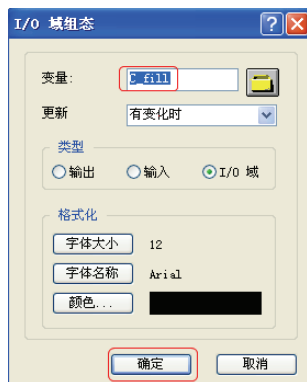

图 5-26 I/O 域组态
2) 将变量 C_fill 与 I/O 域关联。先选中画面中的 I/O 域，单击鼠标右键，单击快捷菜单中的“组态对话框”选项，弹出“I/O 域组态”对话框，如图 5-26 所示，变量选定为 C_fill，最后单击“确定”按钮。